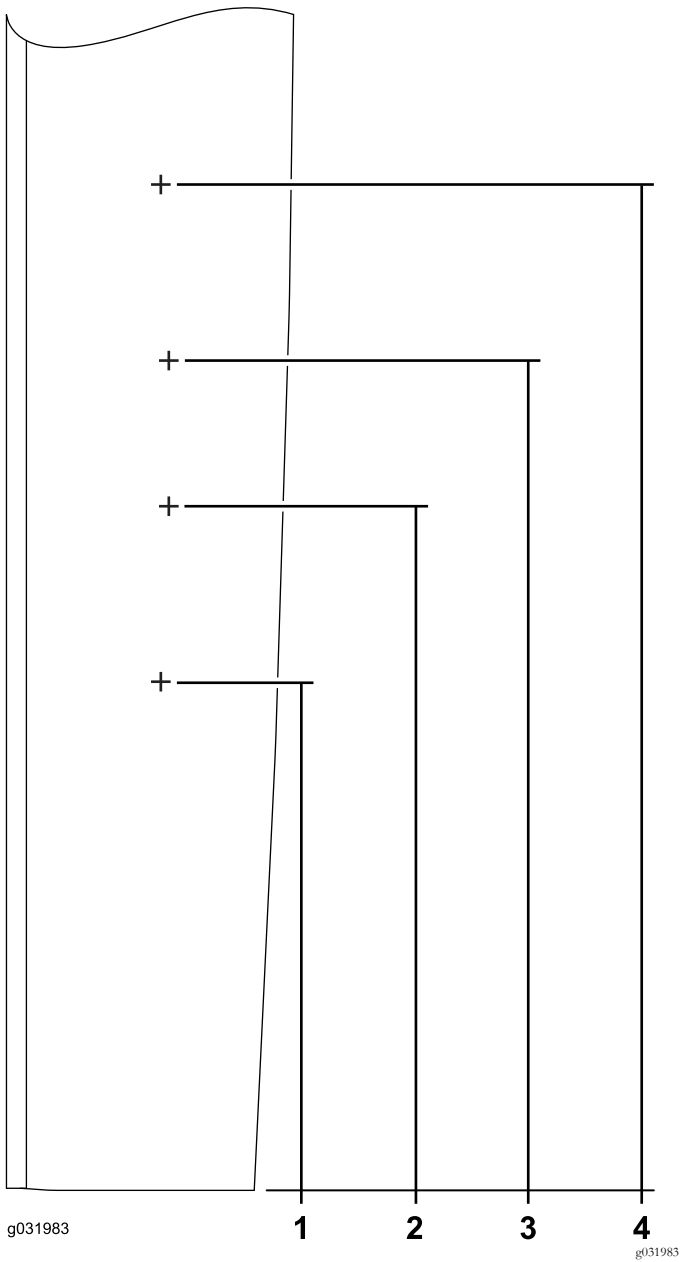
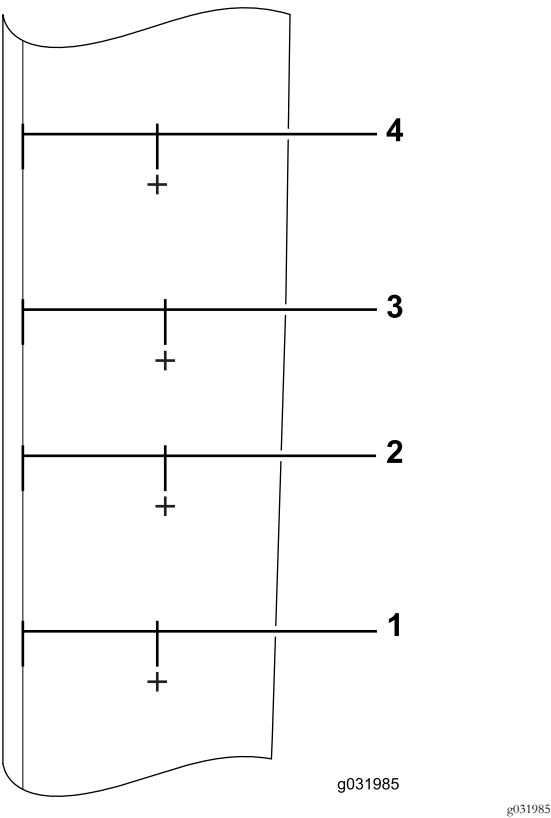

Bild 49
Bild 50
1. Ermitteln und markieren Sie die folgenden Stellen an der Seitenplatte (Bild 49) und (Bild 50).